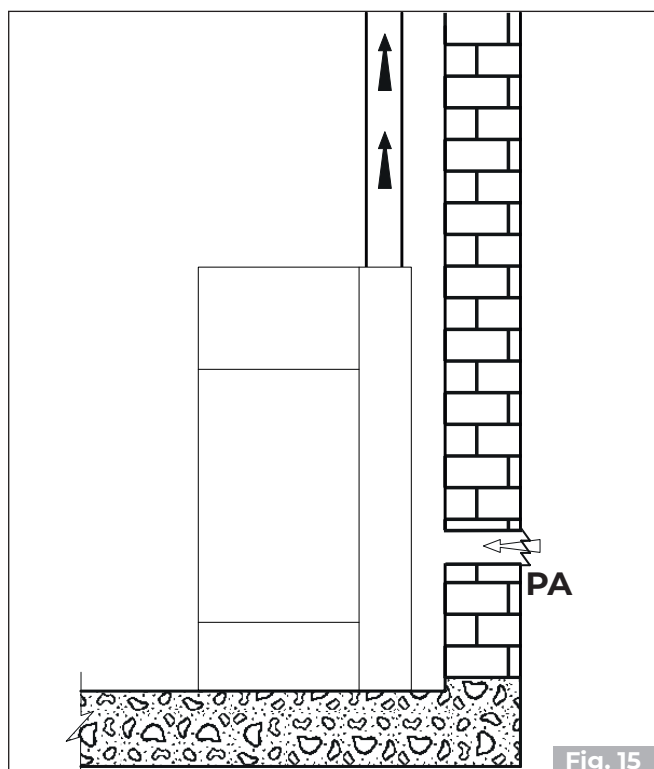
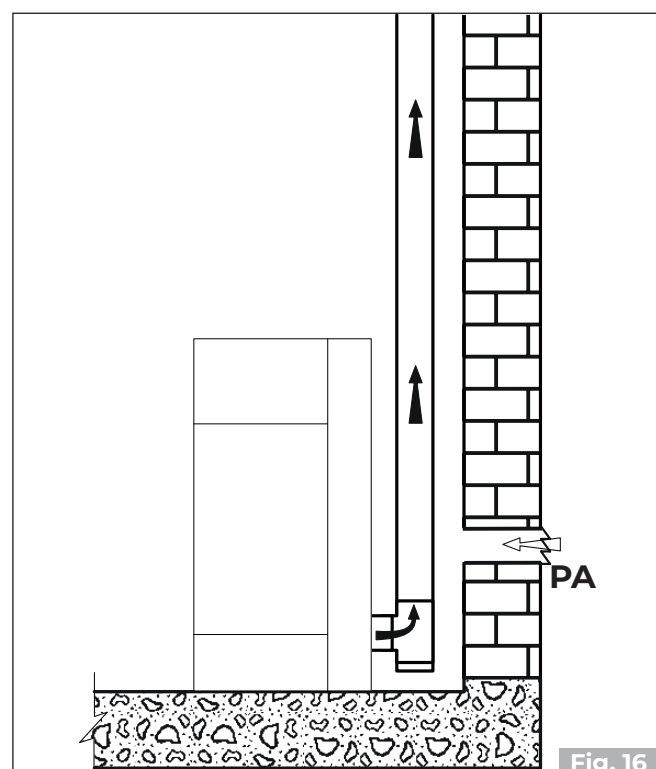

Fig. 15
Fig. 16
- aus der Installationsumgebung oder aus geeigneten Nebenräumen kommen (**Fig. 15 - Fig. 16**)
Den Lufteinlass an der Wand vornehmen (**Fig. 15 und Fig. 16 - PA = Lufteinlass**), und lassen Sie das Gerät frei, um Luft in den Raum anzusaugen. Achten Sie darauf, das Wellrohr an das Lufteinlassrohr, falls vorhanden, anzuschließen, befestigen Sie es mit der Schelle und biegen Sie es leicht nach unten, um mögliche Resonanzeffekte zu vermeiden.